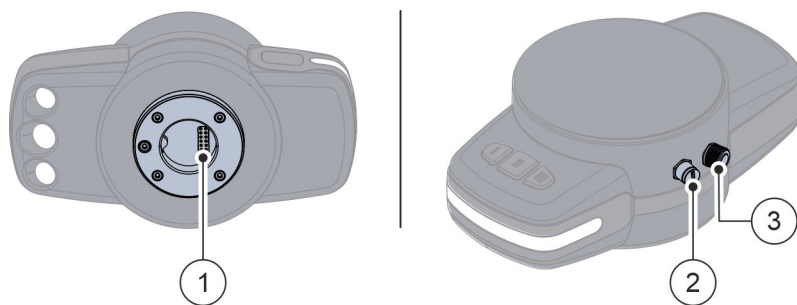

Abb. 12 Medienflansch mit elektrischen Schnittstellen
- ① Interne elektrische 12-Pin-Schnittstelle
- ② Externe elektrische 6-Pin-Schnittstelle
- ③ Externe elektrische 8-Pin-Schnittstelle
Der Medienflansch verfügt über 3 elektrische Schnittstellen Abb. 12 für die Versorgung und Ansteuerung des Werkzeugs. Interne Federkontakte am Verbindungsflansch ermöglichen eine kabellose Verbindung zum Werkzeug Abb. 12 / ①.
Zwei weitere Schnittstellen in Form von M8-Rundsteckverbindern befinden sich seitlich ausgerichtet am Medienflansch Abb. 12 / ② + ③. Die Schnittstellen können einzeln oder im Fall eines Multiwerkzeugs auch gleichzeitig betrieben werden. Zu den elektrischen Schnittstellen (E/A-Schnittstellen) zählen digitale Ein- und Ausgänge sowie analoge Eingänge. Eine detaillierte Beschreibung der Schnittstellen erfolgt in den folgenden Abschnitten.